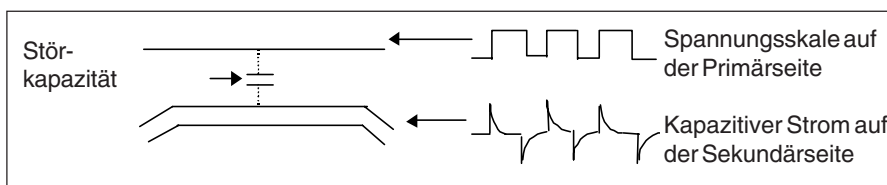

Bild 14 Einfluss kapazitiver Kopplung
- Kopplung zwischen primären und sekundären Leiterbahnen (Bild 14)